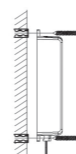

Рис.1
- Закрепите блок управления рис. 1.